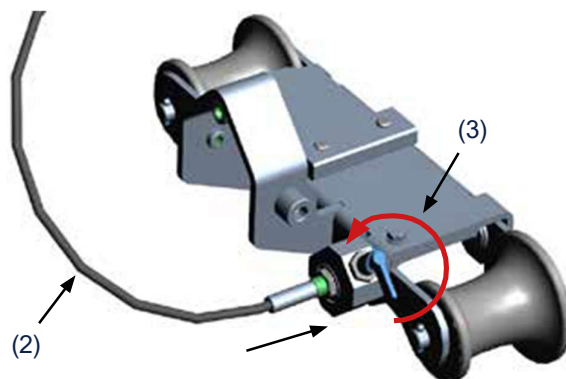

Fig 54.
7. Abaissez l'Unité de puissance. Assurez-vous que les deux côtés de l'arbre de l'unité de puissance reposent en position. L'Unité de puissance est bien équilibré et facilement mis en place. Verrouillez les poignées pour fixer l'Unité de puissance, Fig 54. Assurez-vous que la goupille de verrouillage est dans sa position intérieure.